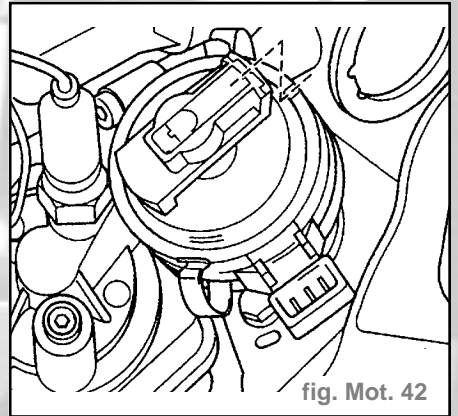

fig. Mot. 42
- Contrôler si le rotor d'allumeur est orienté vers le repère de cylindre 1 sur le boîtier d'allumeur. Si tel n'est pas le cas, tourner l'allumeur jusqu'à ce que le repère coïncide ; si nécessaire, mettre en place l'allumeur une nouvelle fois (fig. Mot. 42).